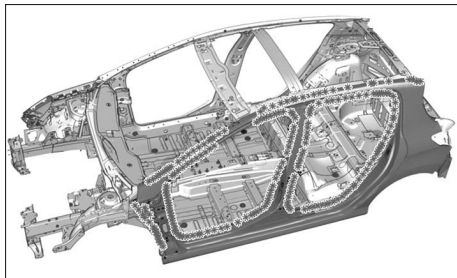
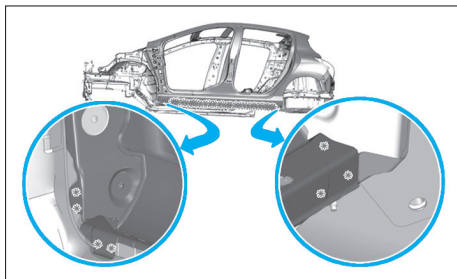
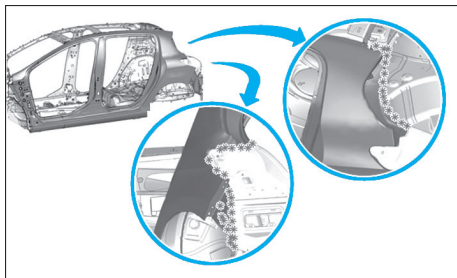

FIG. 51
FIG. 52
FIG. 53
- Fraiser les points de soudure (Fig.51), (Fig.52) et (Fig.53).